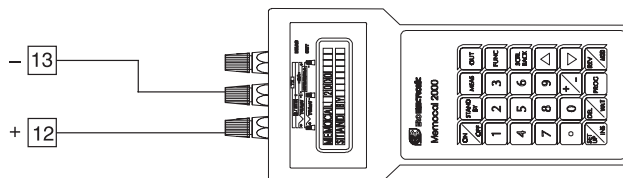

Рис. 5
- b) Подключите проверяемое устройство к калибратору, как показано на Рис. 5.
- a) Установите калибратор на 1500 мВ (см. Рис. 5).